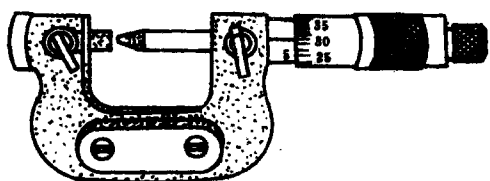

图 1-1-10 螺纹千分尺
(5) 螺纹千分尺：用来测量螺纹中径尺寸，如图 1-1-10 所示。